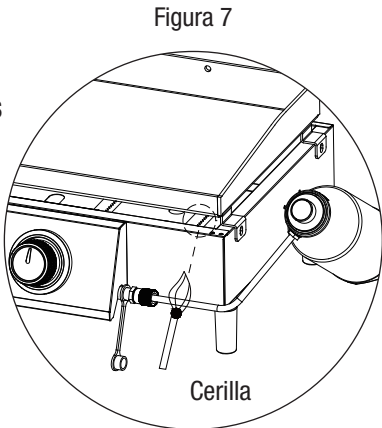

Figura 7
- Llegue al quemador por el agujero del fondo de la carcasa como se ilustra (vea la Figura 7).